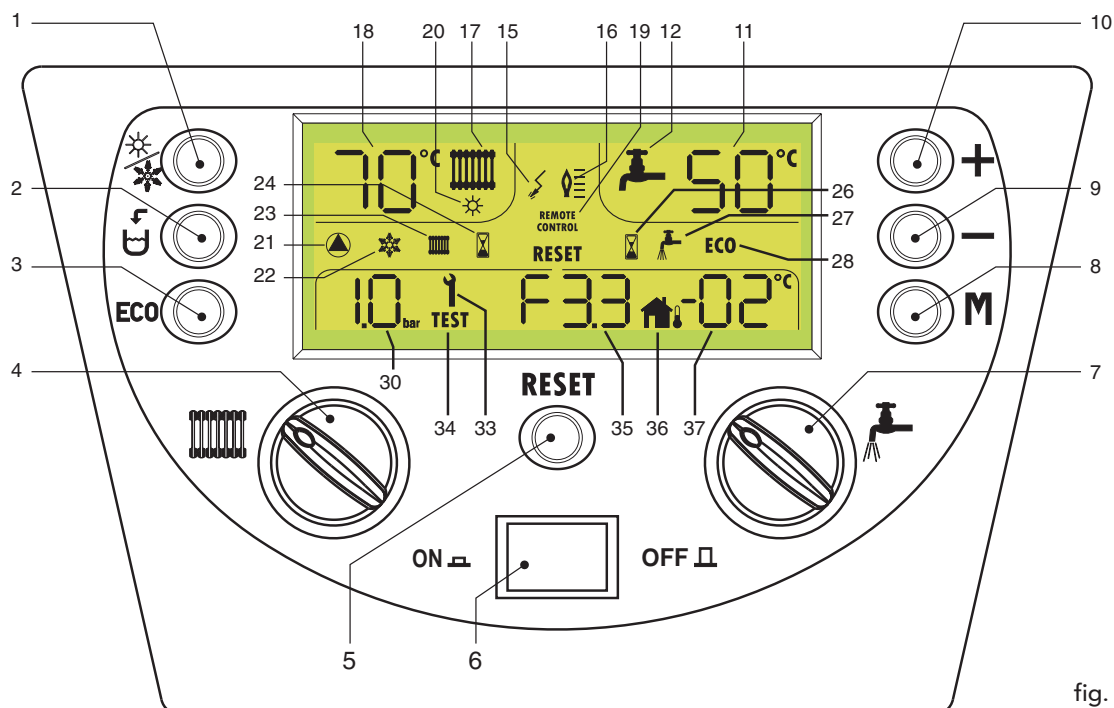

fig. 1
Per inserire o disinserire la funzione **comfort** è sufficiente premere il pulsante (ECO) - 3 fig. 1).
Per il ripristinarla bisogna premere il tasto Reset (5 - fig. 1).
- Premere il tasto ON/OFF (vedi fig.1)
Premere il tasto ON/OFF (vedi fig. 1).
Per selezionare una delle due modalità è sufficiente premere il tasto  (1 - fig. 1).
La caldaia è dotata di un sistema di caricamento impianto che può essere impostato per il funzionamento in modo automatico oppure in modo semiautomatico. Viene fornita regolata in fabbrica nella modalità semiautomatica ma può essere successivamente impostata per il caricamento automatico. Per fare ciò è sufficiente premere il tasto "caricamento impianto" (☒ - 2 fig. 1) per circa 5 secondi finché appare sul display la scritta AF (modo automatico).
Per ripristinare la modalità semiautomatica, premere nuovamente il tasto "caricamento impianto" (☒ - 2 fig. 1) per circa 5 secondi fino alla comparsa sul display della scritta BF (modo semiautomatico).
Nella modalità semiautomatica la mancanza di pressione viene segnalata sul display con la comparsa dell'anomalia "F37" e dal lampeggio della scritta "bar". L'utente dovrà in questo caso premere e rilasciare il tasto "caricamento impianto" (☒ - 2 fig. 1). Il sistema caricherà l'impianto fino al raggiungimento di 1,0 bar.